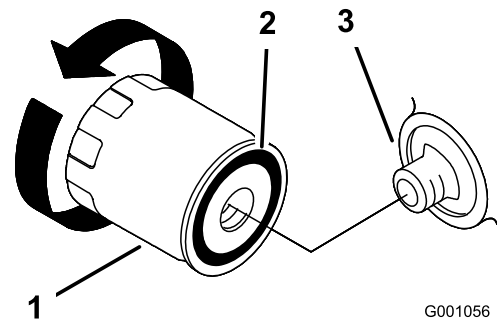

Figura 19
2. Remova o filtro de óleo antigo e limpe a superfície de vedação do adaptador do filtro (Figura 19).
3. Aplique uma fina camada de óleo para sistemas hidráulicos na junta de borracha do filtro de substituição (Figura 19).
4. Instale um filtro de óleo de substituição no adaptador do filtro, rode o filtro de óleo no sentido horário até que o vedante de borracha entre em contacto com o adaptador do filtro, em seguida, aperte o filtro mais 2/3 a 1 volta (Figura 19).